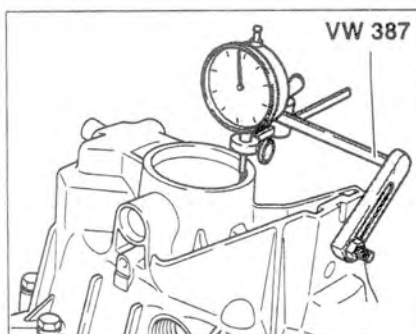

Рис. 5.69. Присоедините индикатор к корпусу коробки передач так, чтобы копировальный палец мог быть направлен в отверстие вторичного вала.
13. Присоедините индикатор к корпусу коробки передач так, чтобы копировальный палец мог быть направлен в отверстие вторичного вала (рис. 5.69).